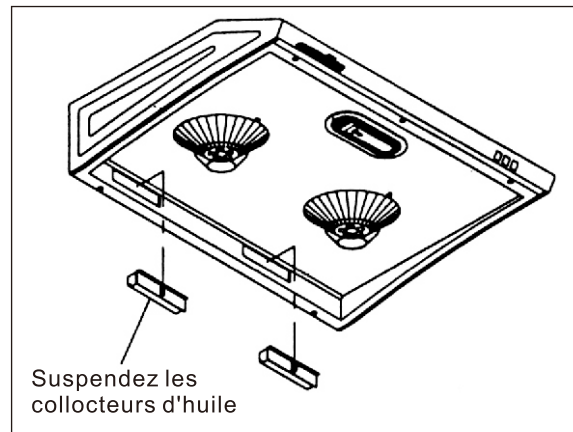

Fig. 16 Collecteur d'huile
13. Placez les deux collecteurs d'huile comme montré. (Fig. 16)